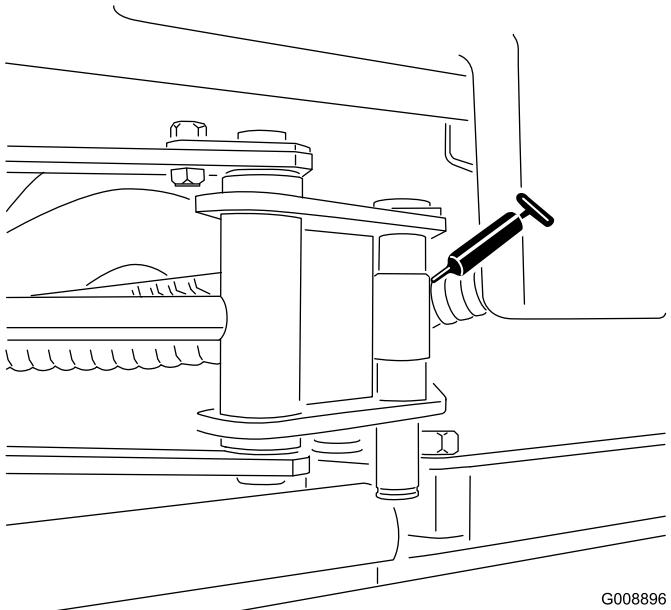

Figura 49
- Estremità del cilindro SideWinder (2; solo modello 03170) (Figura 49)